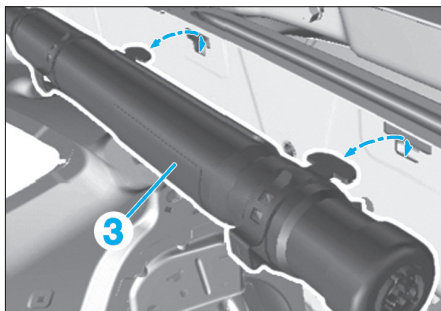

FIG. 9
- Extraire l'airbag rideau (3) comme illustré (Fig.9).